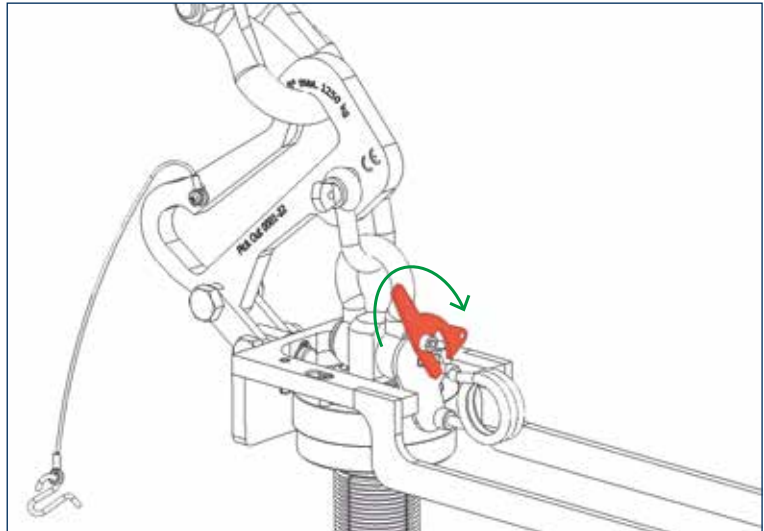
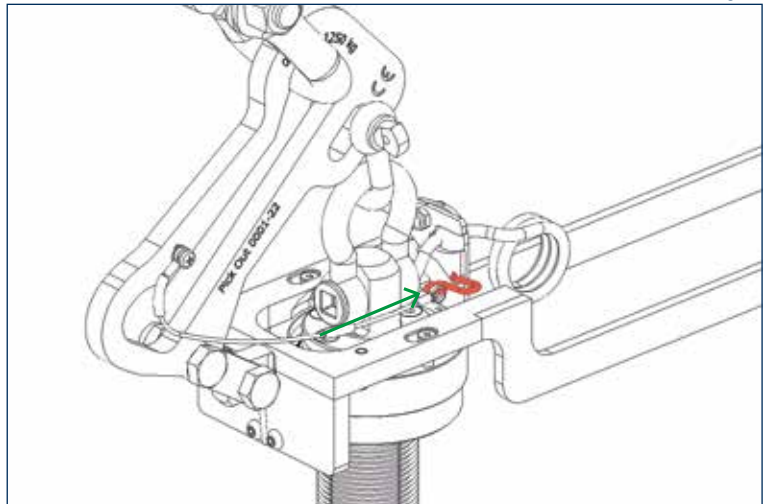

Fig. 3
Fig. 4
- e) Prima di ogni operazione di sollevamento attivare il blocco elastico. Azionare la leva come da Fig. 3 nella direzione prescritta e inserire lo splint di blocco. Assicurarsi che il grillo grande sia già nella posizione di sollevamento.
Prima di ogni operazione di sollevamento attivare il blocco elastico. Azionare la leva come da Fig. 3 nella direzione prescritta e inserire lo splint di blocco come da Fig. 4. Assicurarsi che il grillo grande sia già nella posizione di sollevamento.